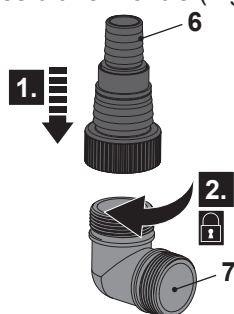

Fig. 1
1. Alignez et vissez le raccord de tuyau (6) sur l'adaptateur (7) dans le sens des aiguilles d'une montre s'il n'est pas déjà prémonté (Fig. 1).